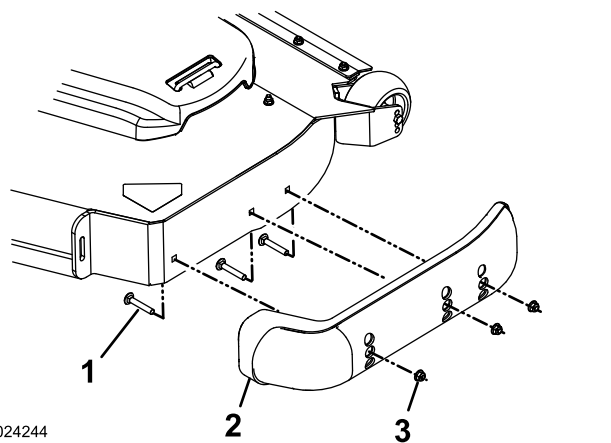

Figura 34
3. Togliete i bulloni a testa tonda e i dadi da ciascun pattino (Figura 34).